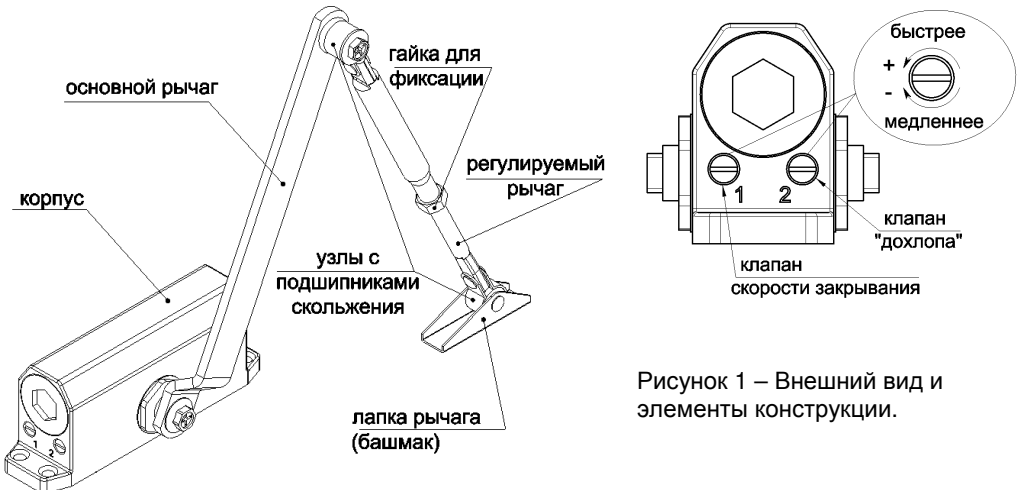
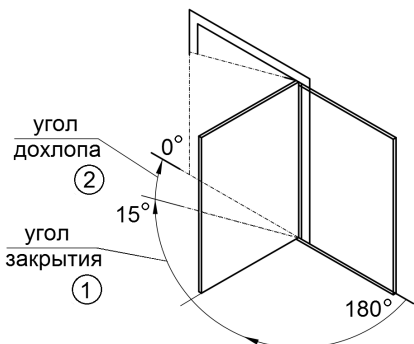

Рисунок 1 – Внешний вид и элементы конструкции.
Рисунок 6 – Регулируемые зоны закрытия двери.
**Первый отвечает за регулировку скорости движения** (см. рисунок 1), **второй используется для плотного закрывания двери** – так называемого «дохлопа», - это ускорение движения двери непосредственно перед закрытием, для преодоления сопротивления воздуха, резиновых уплотнителей или защелки замка.
- Сценарий, по которому дверь будет **закрывается** в двух зонах (см. рисунок 6), можно регулировать клапанами 1 и 2 (см. рисунок 1) при помощи отвёртки, соблюдая меры безопасности. Первая – начальная, диапазон которой колеблется в пределах 180-15 градусов. Вторая – конечная, которая приходится на оставшиеся 15-0 градусов. При этом скорость и усилия во второй зоне должны быть немного большими для того, чтобы дверь захлопнулась.